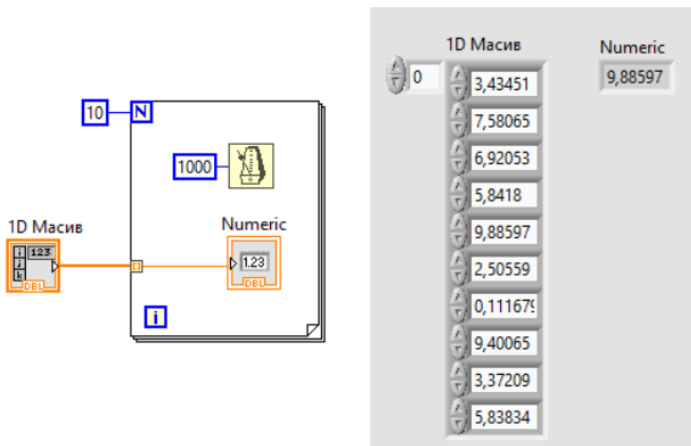

Рис. 18
6. Зупиніть ВП та змініть блок-діаграму, як показано на рис. 18.